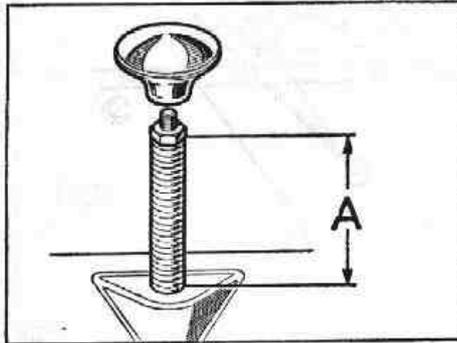

Fig. Q-32 Ajuste de la palanca para tracción total
- 3.3. Extraer los tornillos, F (Fig. Q-32) y retirar la placa y guardapolvos, G, de la palanca reductora.